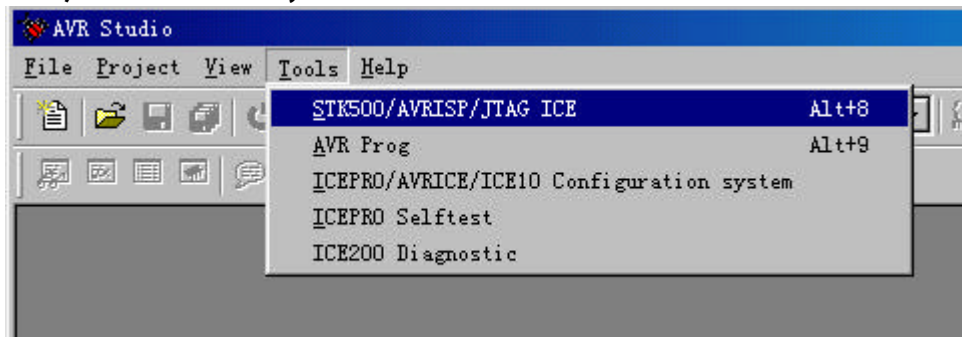

图 15 进入 AVR ISP
1. JTGA ICE 下载编程：一头接 SL-MEGA128 开发实验器 JTGA ICE 下载插座,并接上 9VDC 电源。启动 AVR Studio3.53 程序,如果对芯片编程,可以启动 T00LS 菜单中的 STK500/AVR ISP/JTAG ICE 或(Alt+9)按钮。如图 15,根据窗口提示操作。
2. AVR Prog 串行编程：串行下载软件,当用户接通下载线,一头接 PC 机 RS232 串行口,另一头接 SL-MEGA128 开发实验器 ISP 插座,并接上 9VDC 电源。启动 AVR Studio3.53 程序,如果对芯片编程,可以启动 T00LS 菜单中的 AVR Prog 或(Alt+9)按钮。如图 15,根据窗口提示操作。